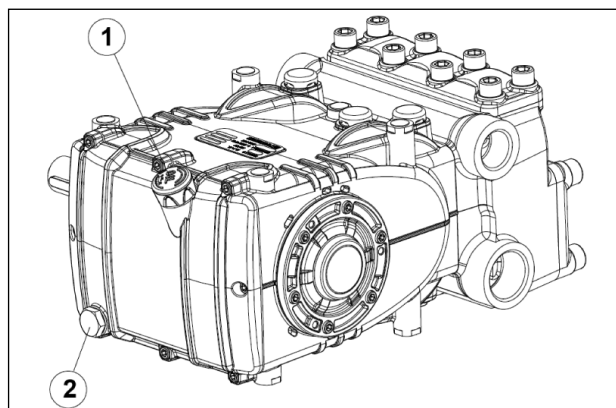

Рис. 3
Проверьте уровень масла и, при необходимости, долейте с помощью маслоизмерительного шупа поз. ①, Рис. 3. Правильная проверка уровня масла выполняется на насосе при комнатной температуре, а замена масла должна производиться на насосе при рабочей температуре путем извлечения маслоизмерительного шупа поз. ①, а затем пробки, поз. ②, Рис. 3. Проверку и замену масла необходимо проводить согласно указаниям таблицы на Рис. 14 в главе 11. Необходимое количество составляет ~2 литра.
Подготовьте систему таким образом, чтобы ни при каких условиях во время работы насоса температура масла не превышала **100°C (212°F)**. Используйте датчик температуры, который необходимо вставить в сливную масляную пробку, поз. ② Рис. 3. См. руководство "ВЗРЫВОЗАЩИТА АТЕХ". **ВНИМАНИЕ!** Используйте масло с температурой воспламеняемости выше 200 °C.